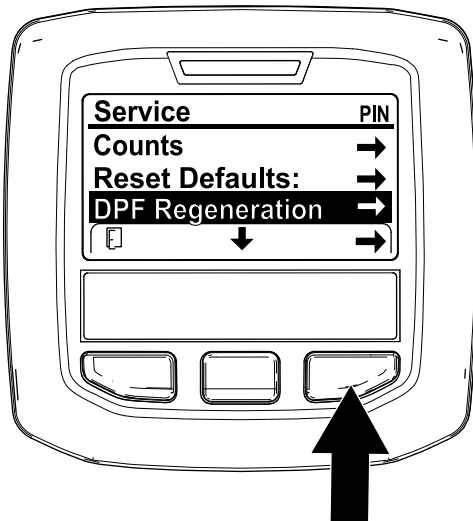

Figure 31
1. Accédez au menu Entretien, puis appuyez sur le bouton central pour naviguer jusqu'à l'option RÉGÉNÉRATION DU FAP (Figure 31).
2. Appuyez sur le bouton droit pour sélectionner l'option Régénération du FAP (Figure 31).